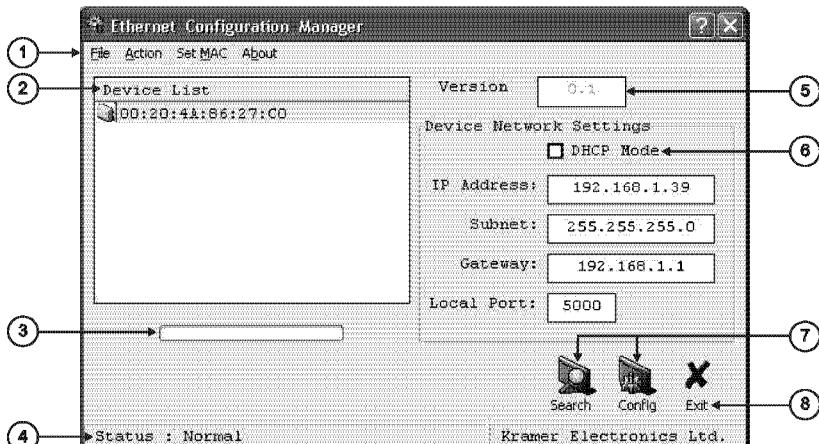

Рис. 7. Окно менеджера конфигурации порта *Ethernet*
3. После установки программы щелкните по соответствующему ярлыку в папке *Programs* (*Программы*) меню *Start* (*Пуск*). Откроется окно менеджера конфигурации (рис. 7).